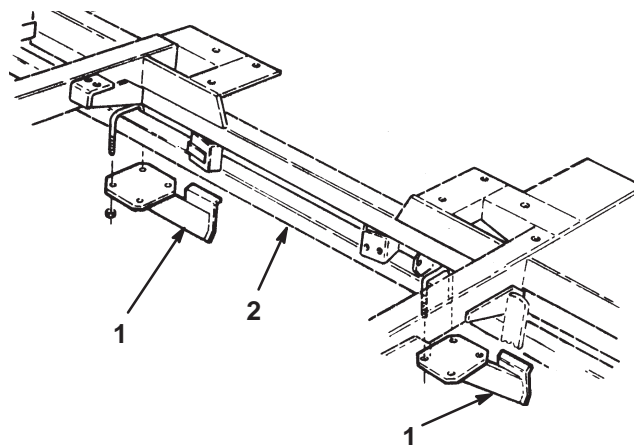

Fig. 8
1. Leta upp monteringsläget för stötdämparna (fig. 8) på bägge sidor av ramröret längst fram på klippenhet nr 1.
2. Sätt fast en stötdämpare lite löst på varje sida av ramröret, så som visas i fig. 8, med U-bultar och låsmuttrar.